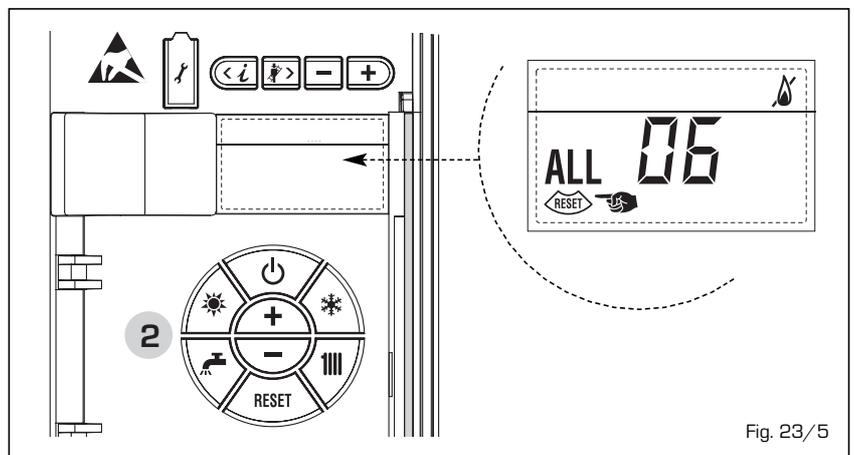

Fig. 23/5
- **ANOMALIA TERMOSTATO SICUREZZA/LIMITE "ALL 07" (fig. 23/6)**